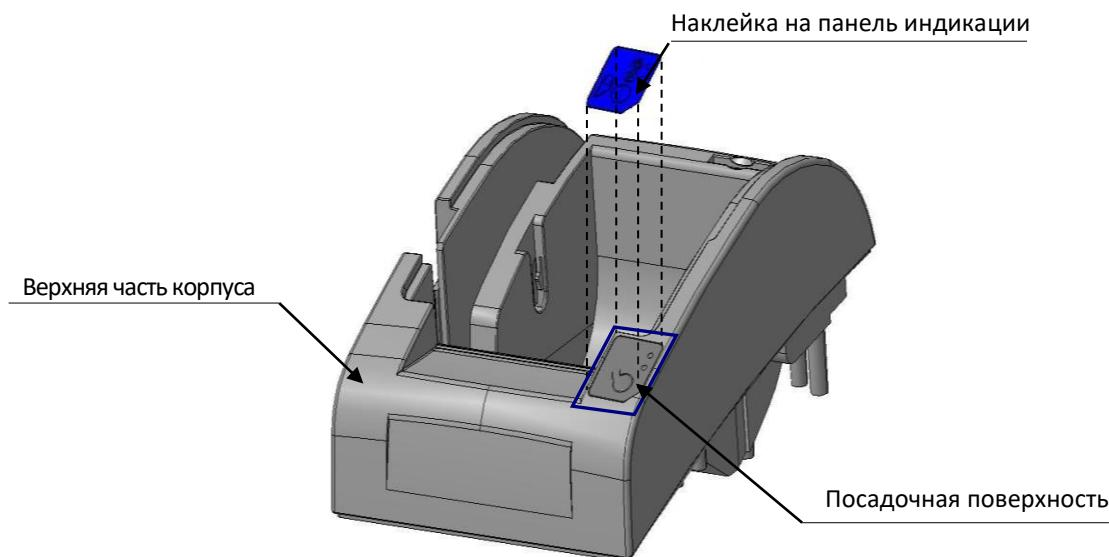

Рисунок 29. Посадочная поверхность верхней части корпуса изделия
- **Наклейка на панель индикации** устанавливается на верхнюю часть корпуса. Установка наклейки производится на посадочную поверхность верхней части корпуса изделия (см. рисунок 29), которую необходимо тщательно обработать спиртом и вытереть насухо мягкой тканью.